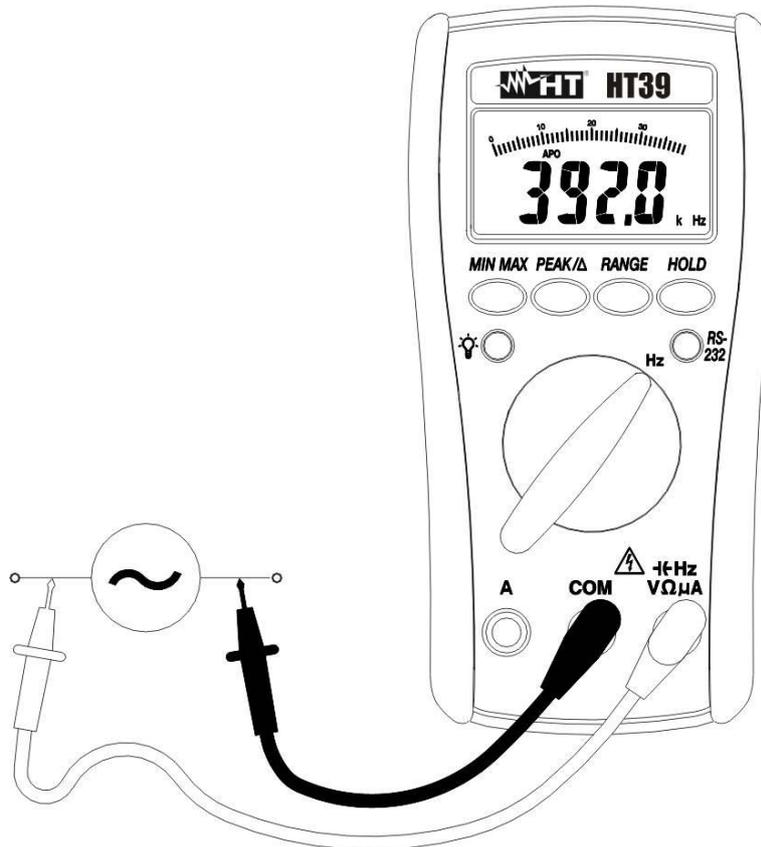

Fig. 7: Misura di Frequenza
2. Inserire il cavo rosso nel terminale di ingresso \rightarrow HzV Ω μ A e il cavo nero nel terminale di ingresso **COM** (vedere la Fig. 7).